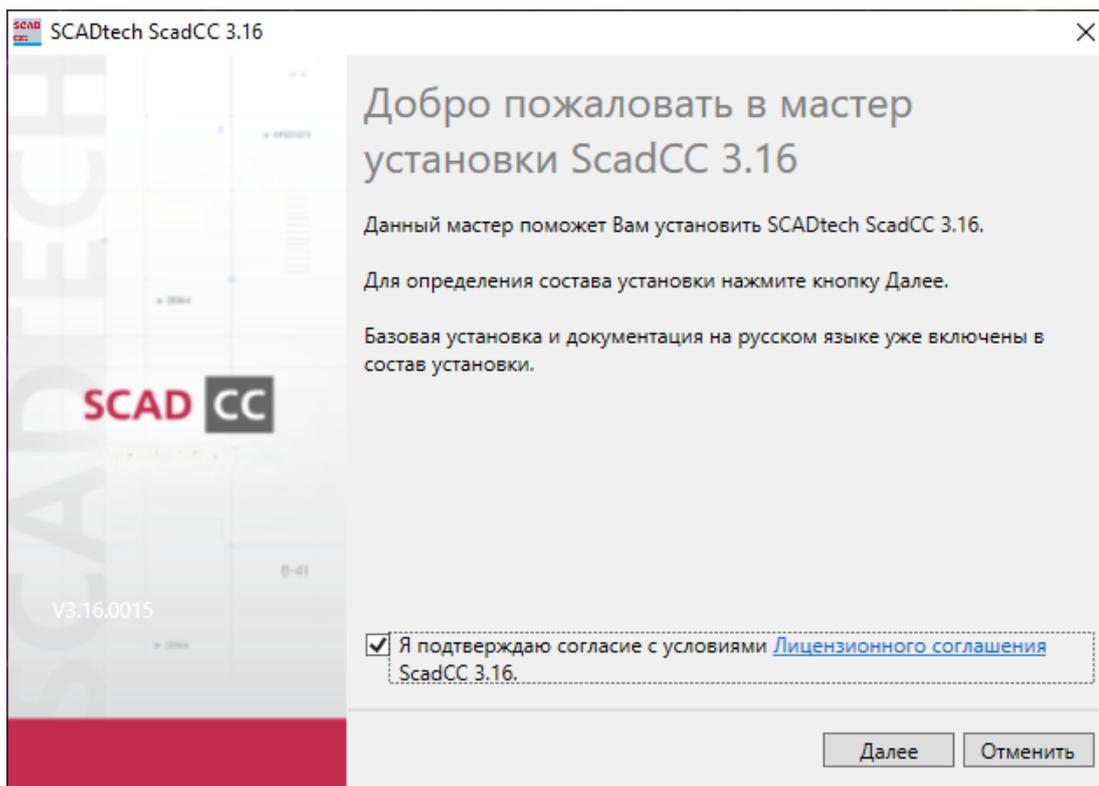

Рисунок 1 – Согласие с условиями лицензионного соглашения
4) Подтвердите согласие с условиями лицензионного соглашения (рисунок 1) и нажмите кнопку [Далее].